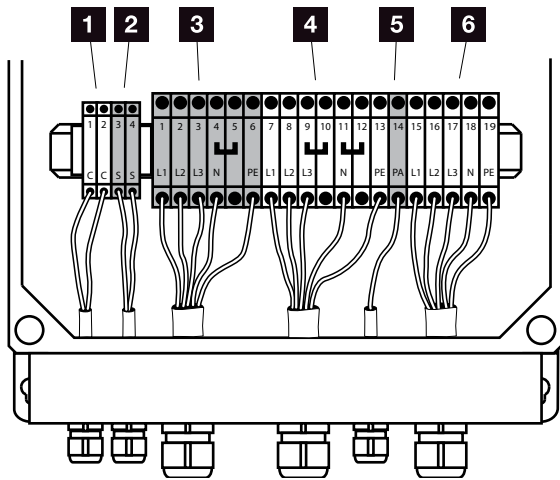

Abb. 17: Zuleitung an Ersatzstromeinheit anschließen
2. Leitung von Stromverteiler, Wechselrichter, Verbraucher und Potenzialausgleichsschiene zur Ersatzstromeinheit fachmännisch verlegen.  **Abb. 17**